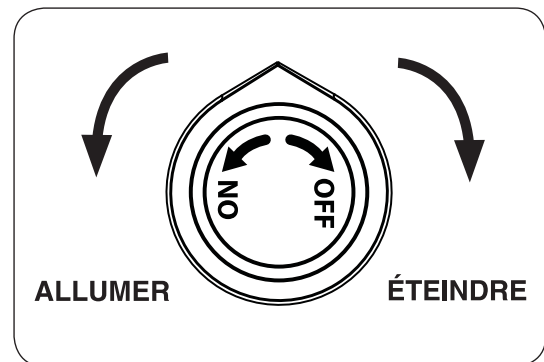

Fig. 28-2
- 4. **Tout en maintenant le bouton d'allumage dans, vérifiez que l'électrode est étincelles.** Ensuite, tournez la commande de gaz dans le sens anti-horaire à la position **ON (allumer)**, appuyer et maintenir pendant 15 secondes (voir Fig. 28-2). Votre brûleur doit allumer.
Pour éteindre le brûleur à gaz, appuyer sur le bouton de contrôle du gaz et tourner dans le sens horaire à la position **OFF (éteindre)** (voir Fig. 28-2). Assurez-vous que le bouton de commande est tourné complètement hors tension pour éviter toute fuite de gaz.